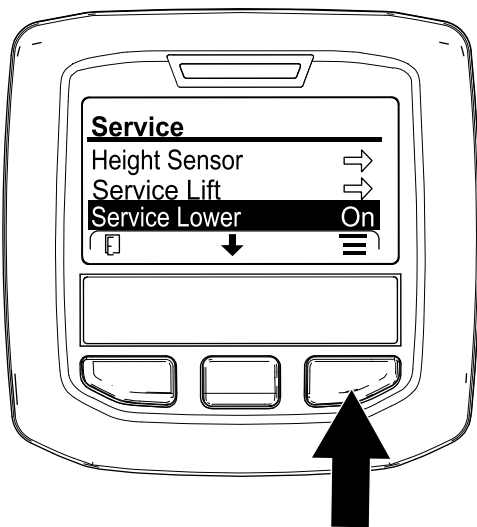

Bild 178
6. Drücken Sie die mittlere InfoCenter-Taste, bis die Option ABSENKEN IN WARTUNGSSTELLUNG ausgewählt ist (Bild 178), drücken Sie die rechte Taste.